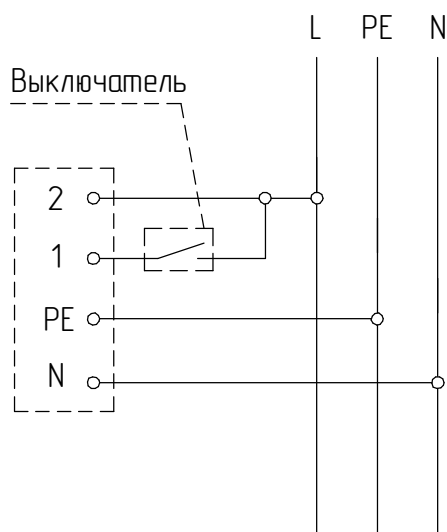
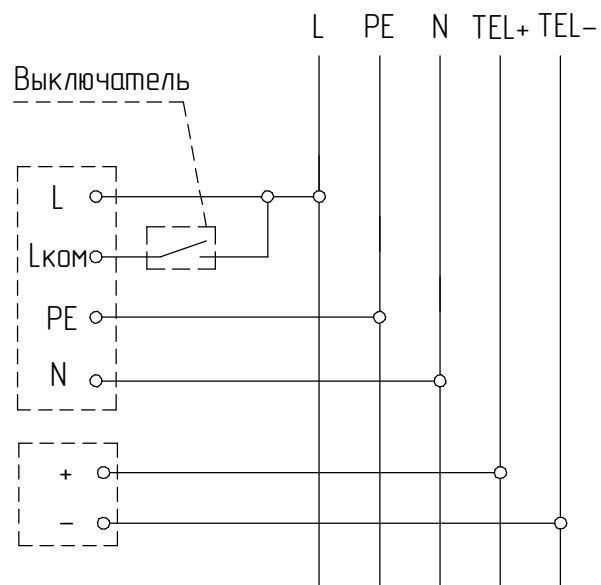

Рисунок 3 - Схема подключения светильника с аварийным блоком питания к сети
Рисунок 4 - Схема подключения светильников с аварийным блоком питания и функцией TELECHECK к сети
5.7 Подсоедините корпус к сети. Проверьте надежность заземления (рис. 3).
5.8 Подключение светильника с аварийным блоком питания производить согласно схеме (рисунок 3). Подключите фазовый провод некоммутированной сети освещения (т.е. между фидером и светильником не должно быть никаких выключателей, кроме автоматов защиты) к клемме 2, а *фазовый провод* коммутированной сети к клемме 1. Подключение светильника с аварийным блоком питания с функцией TELECHECK производить согласно схеме (рисунок 4.)